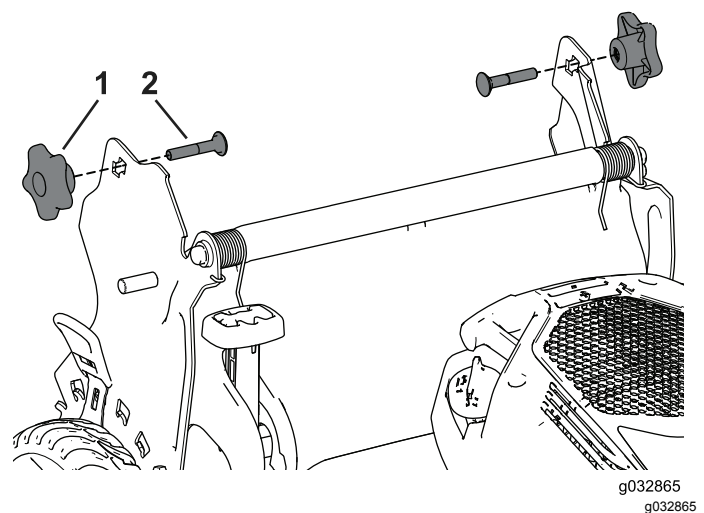

Figure 25
4. Insérez le boulon de carrosserie (la tête du boulon vers l'intérieur) dans le support du guidon et dans le trou supérieur à l'extrémité du guidon. Vérifiez que les bords carrés de chaque boulon de carrosserie s'engagent dans le trou carré supérieur ou inférieur du support de guidon correspondant (Figure 25).